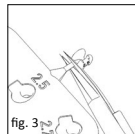

fig. 3
■ **fig. 3** Separatorul selectat pentru măsurare va fi tăiat cu ajutorul unei microfoarfecii (fig. 3) și transportat în urechea medie cu ajutorul unui aspirator sau a unui alt instrument microchirurgical.
■ 图 3 用显微剪刀将需要的测量头剪下, 并用吸引器或其他显微器械将其放入中耳。